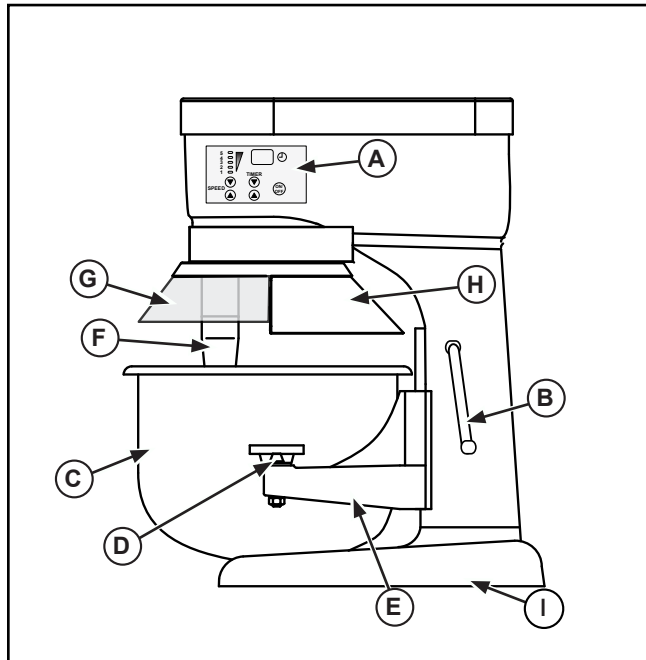

Figura 1. Miscelatore da 6,6 l e da 11 l, funzioni e comandi.
2. Prima di montare la ciotola, selezionare l'accessorio che si prevede di utilizzare. Inserire l'accessorio selezionato all'interno della ciotola vuota (C). Non tentare di montare l'accessorio sull'albero (F) prima di aver fissato la ciotola in posizione. Vedere la figura 1, 2, 3 o 4.
3. Abbassare il portaciotola alla posizione minima ruotando la leva alzaciotola (B).
4. Ruotare le levette di presa della ciotola (D) in posizione esterna o arretrata.
5. Afferrare la ciotola (C) in modo che il perno sia rivolto verso il miscelatore. Posizionarla in modo che il perno si allinei alla fessura sul portaciotola (E). Inserire il perno nella fessura.
6. Allineare i fori sulle linguette della ciotola con i perni sul portaciotola (E). Adagiare la ciotola (C) nel portaciotola (E).
7. Ruotare le levette di presa della ciotola (D) in avanti sopra le linguette per fissare la ciotola (C) sul portaciotola (E).
8. Installare l'accessorio sull'albero miscelatore (F). Allineare la scanalatura sull'accessorio al perno dell'albero. Spingere l'accessorio in alto e ruotarlo per bloccarlo sul perno.
9. Sollevare la ciotola (C) all'altezza massima mediante la leva alzaciotola (B) ruotandola in senso orario fino a bloccarla in posizione.
1. Chiudere la protezione ciotola (G). Vedere la figura 1. Questa protezione deve essere chiusa per azionare il miscelatore. Il miscelatore non si avvierà se la protezione è aperta o non è chiusa correttamente.